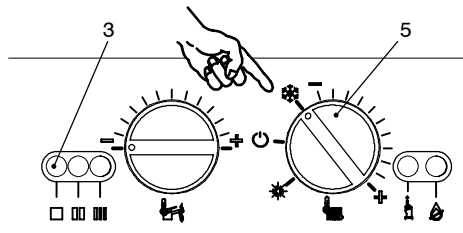

fig. 6.4
- 15 Dare alimentazione elettrica alla caldaia (interruttore bipolare); la lampada di segnalazione 3 in fig. 6.4 si accende circa ogni quattro secondi.
- 16 Ruotare il selettore di funzione 5 come in fig. 6.4. La lampada di segnalazione 3 lampeggia ad intermittenza circa ogni secondi.